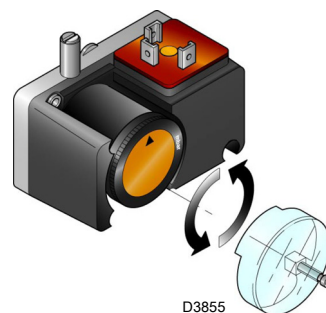

图 28
- 设定最小燃气压力开关 (图 28) 至量程的起始位置。
上述调整结束后，开始设定最小燃气压力开关，此时开关位置应置于量程开始位置（图 28）。